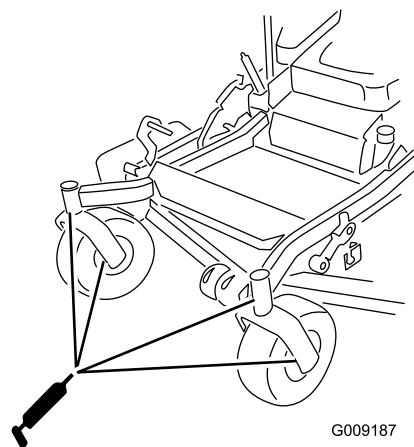

Figure 43
9. Sortez le graisseur Zerk du trou. Remettez le bouchon hexagonal et le capuchon antipoussière en place (Figure 43).
10. Graissez les roulements des roues pivotantes (Figure 43).